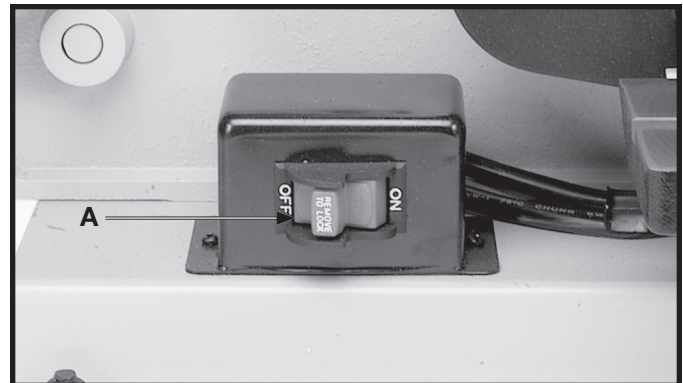

Fig. 21
L'interrupteur marche/arrêt (on/off) (A) fig. 21, est situé à l'avant de la ponceuse. Pour mettre la ponceuse sous tension, déplacer l'interrupteur vers le haut en position de marche. Pour l'éteindre, déplacer l'interrupteur (A) vers le bas en position d'arrêt.